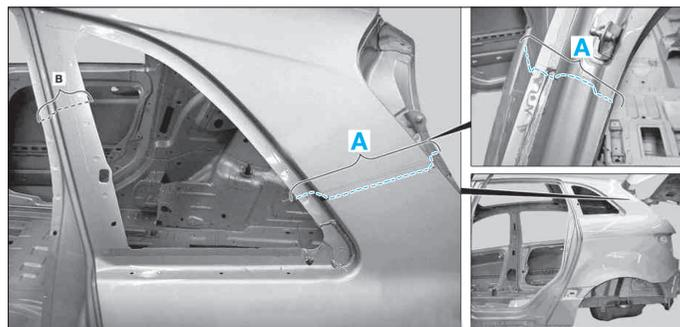

FIG. 97
- Tracer les lignes de coupe (A) et (B) (Fig.96) et (Fig.97).